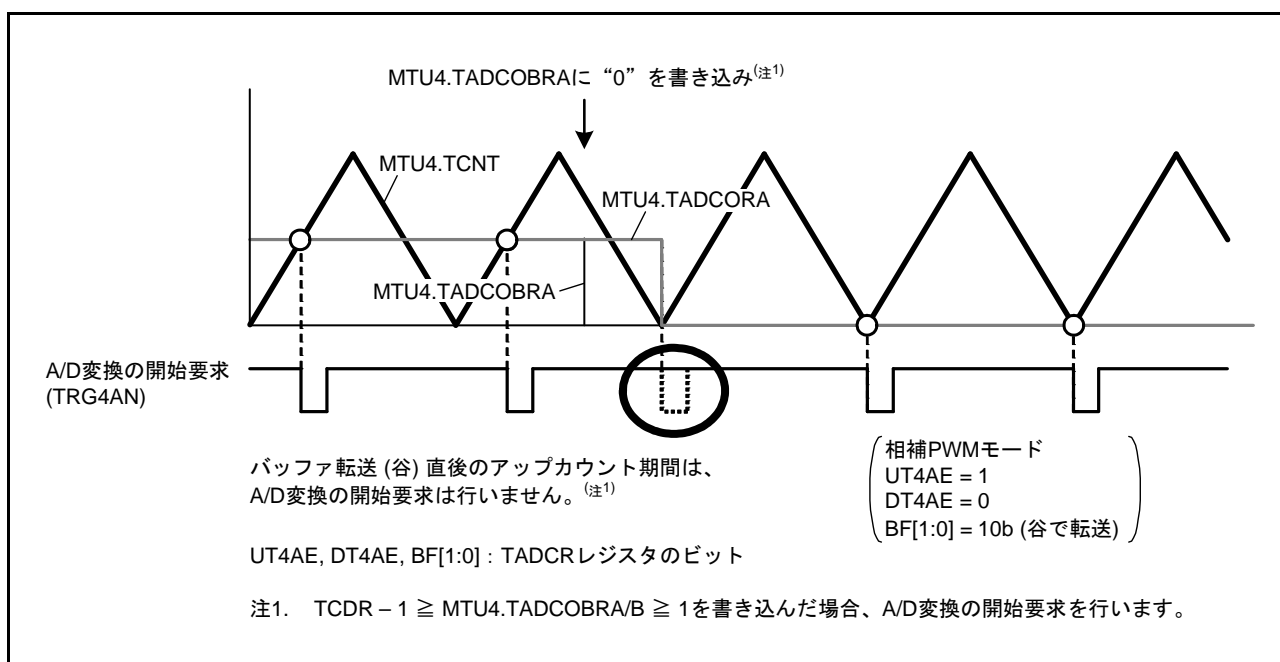

図 20.125 MTU4.TADCOBRAに“0”を書き込んだときのA/D変換の開始要求
- MTU4.TADCOBRA, MTU4.TADCOBRB レジスタに“0”、かつ、MTU4.TADCR レジスタの UT4AE, UT4BE ビットに“1”を設定して、MTU4.TCNT カウンタの谷でバッファ転送したとき、転送直後のアップカウント期間については A/D 変換の開始要求を行いません (図 20.125)。